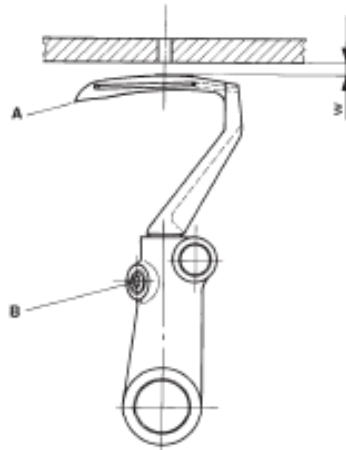

FIG. 3
3. Setting The Lower Looper (Fig. 3)
3. Graduación Del Engazador Inferior (Fig. 3)